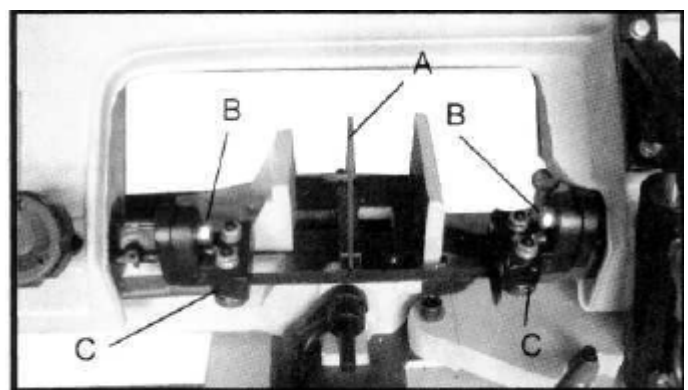

Fig. 10
2. Abaissez le bras de la scie à l'horizontale. Placez un carré (A), Fig. 10, sur le plateau, une extrémité de ce carré contre la lame, comme indiqué.
3. Si la lame n'est pas à 90 degrés par rapport au plateau, desserrez les deux vis (B), Fig. 10, qui attachent les supports de guidage de la lame aux bras de guidage et tournez ces supports (C) jusqu'à ce que la lame se trouve à 90 degrés par rapport au plateau. Serrez alors les deux vis (B).